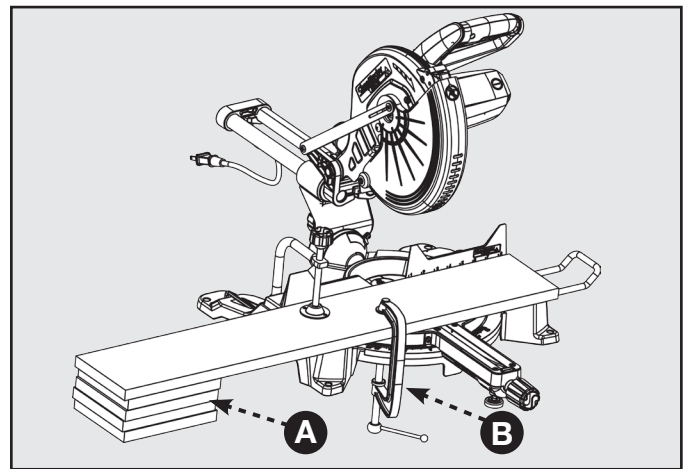

FIGURE 20
Dans la plupart des cas, les rallonges de table incluses (supports de pièce) suffiront pour supporter des pièces plus longues. Si celles-ci ne sont pas assez longues, la pièce doit être soutenue plus loin de la scie. Un support supplémentaire (A) peut être utilisé pour placer la pièce à plat sur la table de sciage. Utilisez l'étau inclus ou une presse en C (B) pour immobiliser la pièce sur la table de la scie à onglets. Voir figure 20.